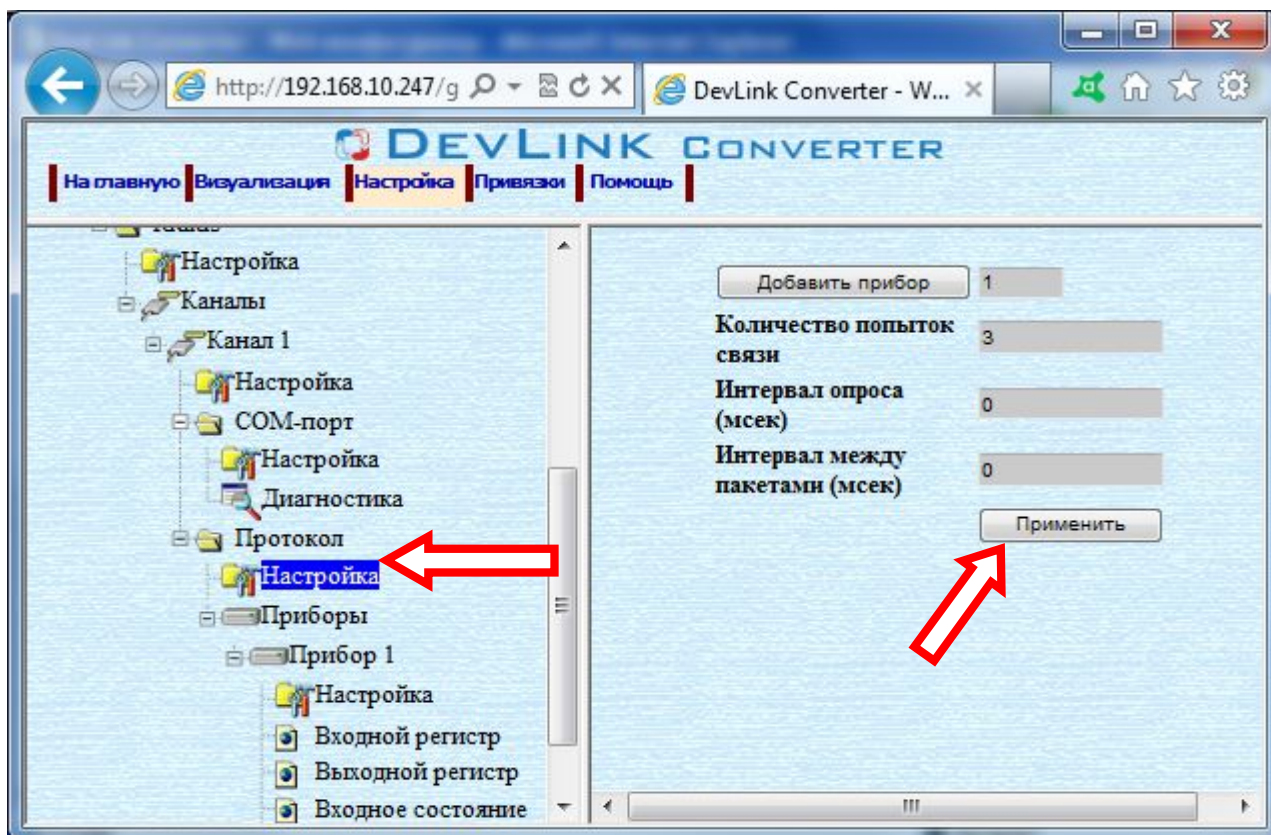

Рисунок 3.10 – Настройка уровня протокола
- 2 Выбрать в дереве объектов папку **Настройка** в ветке **Протокол** (рисунок 3.10).